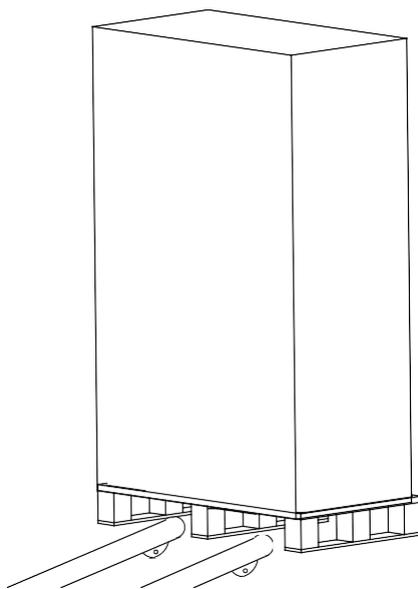

Fig.3-5 Transporte para o local designado
2. Transporte o equipamento para o local designado utilizando uma empilhadeira, conforme a Fig.3-5.